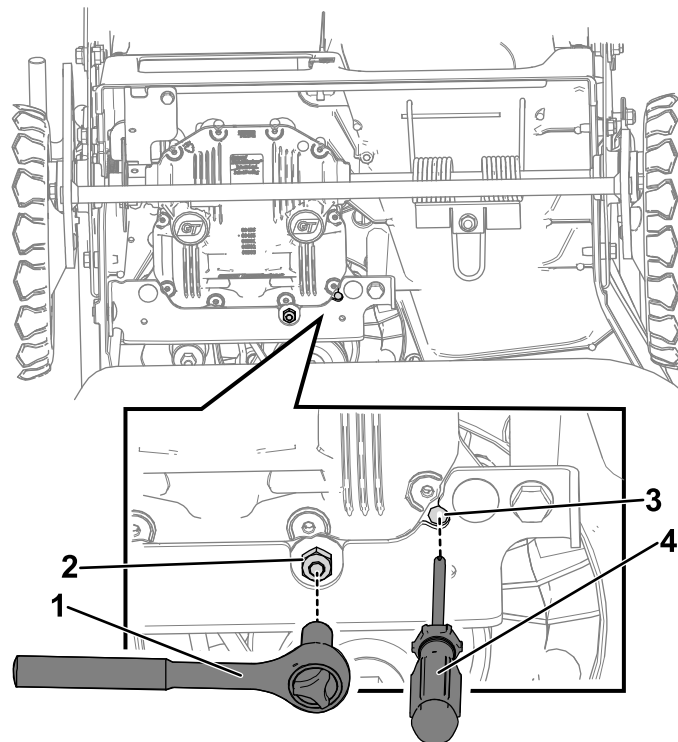

**Figura 48**
9. Retire el protector de arrastre retirando los 2 pernos que lo sujetan en su sitio (Figura 48).